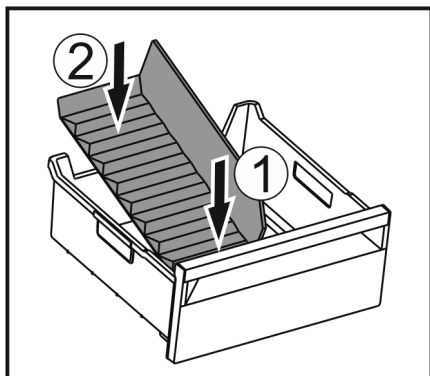

Fig. 176
- ▶ Introduceți partea frontală a separatorului pentru compartimentul de gheață. Fig. 176 (1)
- ▶ Coborâți partea posterioară a separatorului pentru compartimentul de gheață până la baza sertarului. Fig. 176 (2)